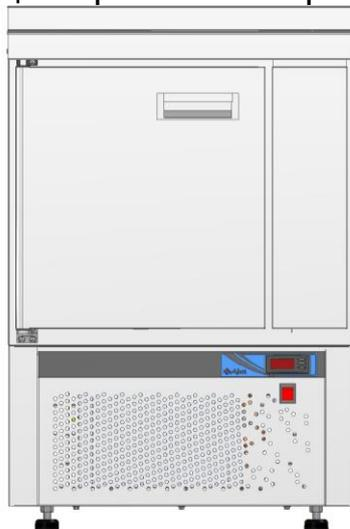

Рис. 1 СХС-60Н, СХС-70Н
- стол холодильный среднетемпературный с нижним расположением агрегата СХС-60Н столешница нерж. 202 с бортом (дверь) (см. рис. 1);